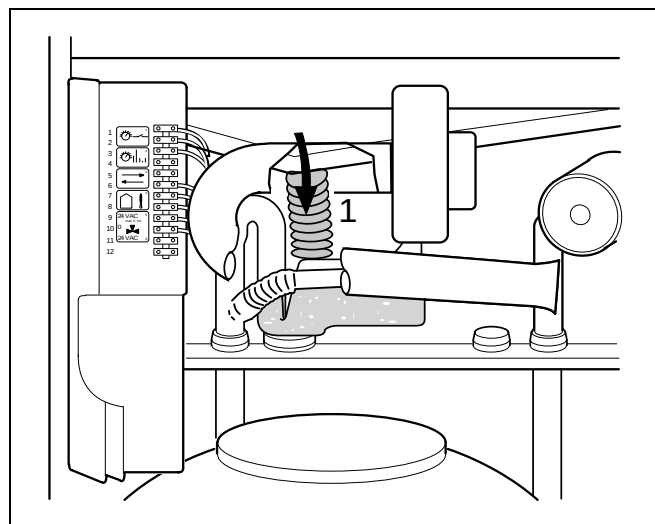

Abb. 14 Siphon mit Wasser füllen
- Schlauch von der Kondensatplatte abziehen (Abb. 14, Pos.1).